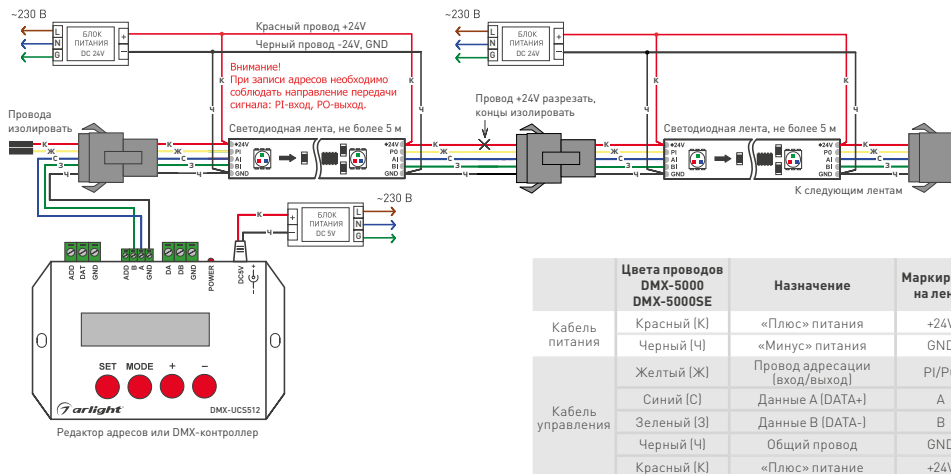

Рисунок 1. Схема подключения ленты на примере редатора адресов DMX-UCS512 и с использованием отдельных блоков питания.
- Подключите ленту в соответствии со схемой (рисунок 1). Соблюдайте полярность подключения и направление передачи сигнала (вход/выход). Обращайте внимание на маркировку, нанесенную на печатную плату, и на цвета соединительных проводов.
- Подключите ленту согласно схеме (рисунок 1).